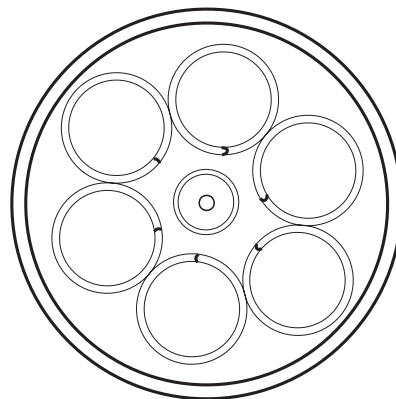

Bild 4 - Fjädrarnas spiraländar pekar mot ställdonets spindel
- Placera det nya membranet (25) på membranplattan (26).
- Ställdon storlek 3, belägg sexkantmutterns (23) gängor och distansens (22) ytor med Chesterton 725 nickelförening eller motsvarande. För alla övriga storlekar, belägg ställdonets spindelgängor (10) och ytorna på brickan (22) med Dow Corning Sealant Compound III eller motsvarande.
- Kontrollera placeringen av distanserna (14 och 22), montera membranet (25), membranplattan (26) och brickan (22) och dra sedan åt fästdonet (23) på de rätta platserna.
- Positionera fjädrar (21) och fjäderdistanser (18) [om sådana används] i membranplattan.
- Obs: Arrangera fjädrarna så att spiraländarna pekar mot ställdonets spindel såsom visas i bild 4. Detta steg säkerställer bästa prestanda hos ställdonet.**
- Sätt tillbaka den övre membranhuset (24) och spännbultarna på plats.
Obs: Arrangera fjädrarna så att spiraländarna pekar mot ställdonets spindel såsom visas i bild 4. Detta steg säkerställer bästa prestanda hos ställdonet.